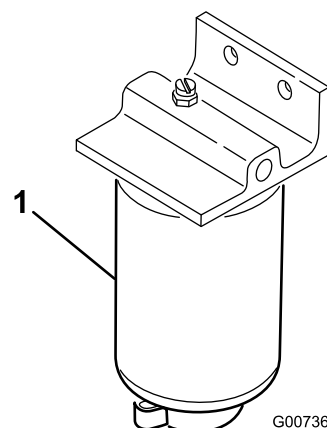

Figura 34
3. Deschidei bușonul de golire de pe filtrul de combustibil cu aproximativ o tură i golii apa acumulată (Figura 34).